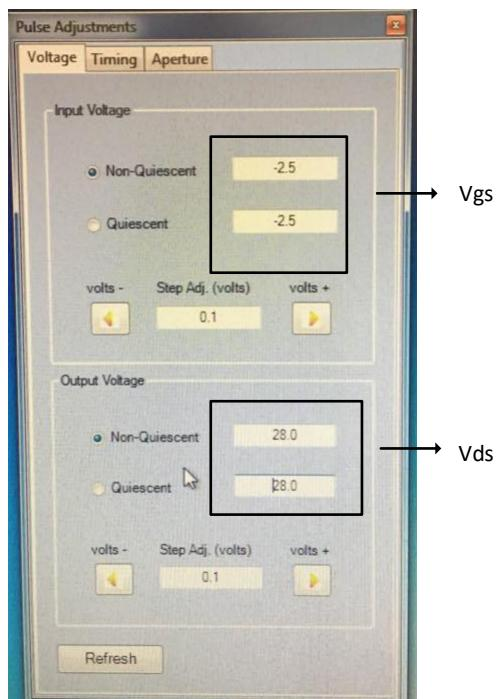

**Figura 31:** Mostrar Controles para introducir los voltajes de alimentación del DUT .
- d) Ir al menú de la aplicación y seleccionar **Environment** en el submenú desplegado seleccionar **Show All** (ver **Figura 31**), para mostrar todos los controles como se muestra en la **Figura 32**.